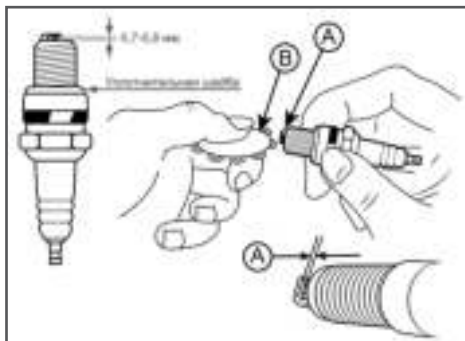

Рис. 37 Проверка межэлектродного зазора
4. Измерьте зазор А между электродами свечи зажигания специальным щупом В. Зазор должен быть 0,7-0,8 мм (Рис. 37). При увеличении или уменьшении требуемого зазора, рекомендуется заменить свечу, так как регулировка зазора может привести к изменению качества искробразования.